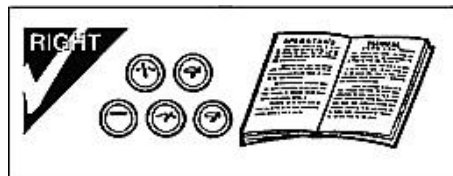

Рис. 1-5
1.3.3.1 Операторы должны пройти специальную подготовку и ознакомиться с конструкцией машины, включая элементы управления и безопасности, а также знать знаки и символы безопасности (Рис. 1-5)